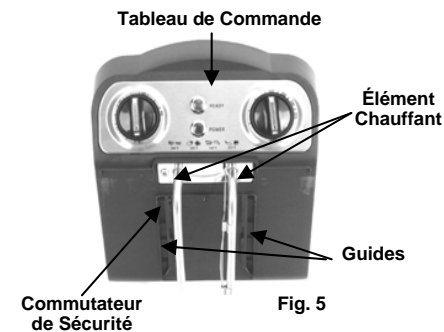

Fig. 5
**Remarque:** La friteuse possède un commutateur de sécurité automatique pour qu'il ne soit pas possible de l'utiliser lorsque le tableau de commande n'est pas bien installé dans les rails du corps de la friteuse. (Fig. 5)